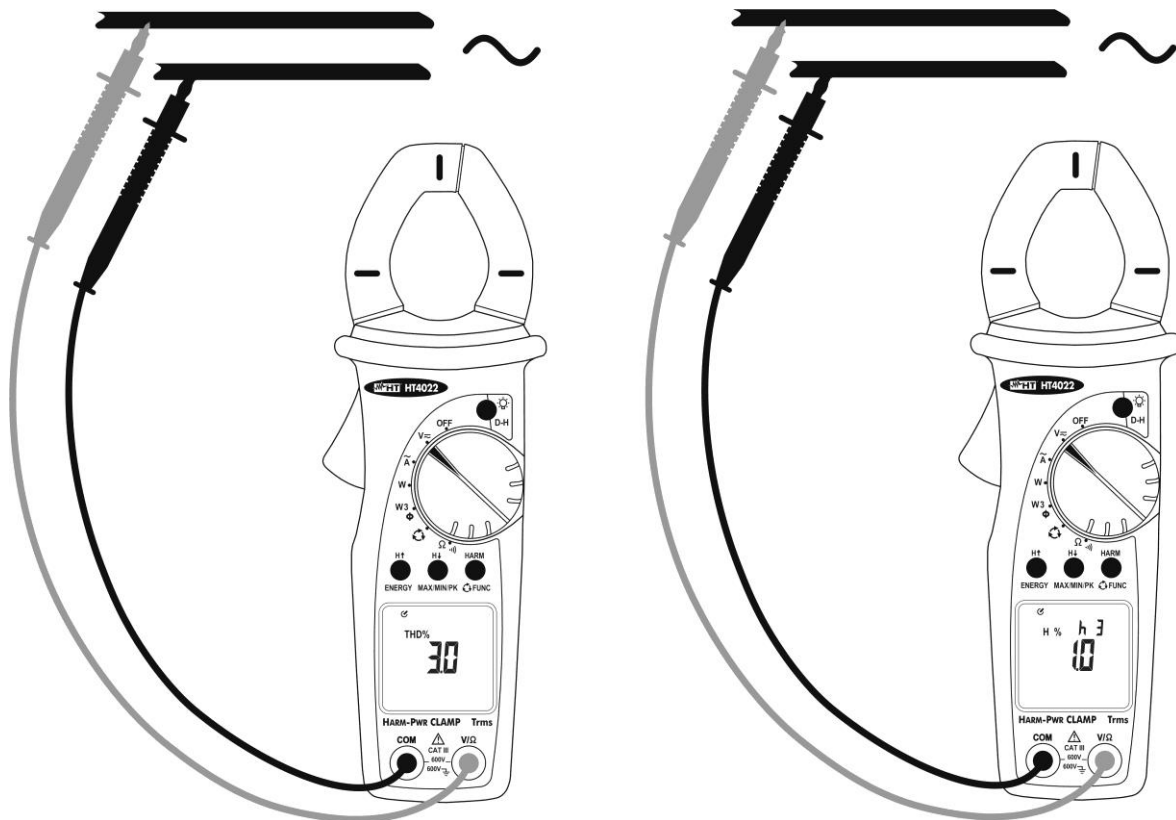

Fig. 6: Análisis armónico de la tensión
4. Posicione las puntas de prueba en el punto deseado del circuito en examen (ver Fig. 6). El instrumento visualizará el símbolo “**THD%**” correspondiente a la medida porcentual de la Distorsión Armónica Total de la tensión en examen (para conocer el significado de los parámetros medidos vea el § 8)